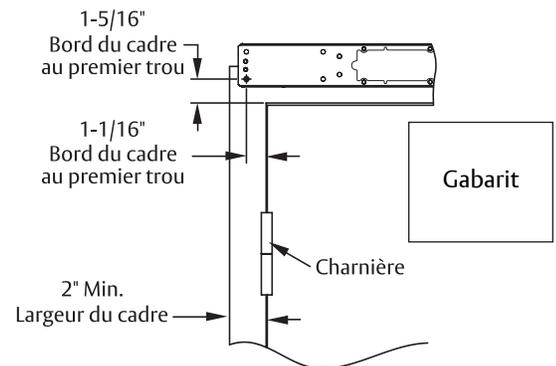

Figure 2 Côté droit
2. Mesurer et marquer le premier trou de fixation selon le gabarit. (Figure 2)